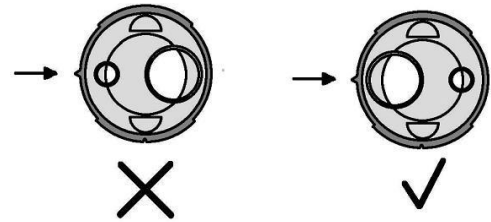

Abbildung 2
2. Prüfen, ob die dreieckige Lasche der Kappe der Applikatorspitze sich direkt über der größeren Öffnung befindet (Abbildung 2). Wenn nicht, den Schaft der Applikatorspitze festhalten und die Kappe drehen, bis sich die Lasche über der größeren Öffnung befindet.